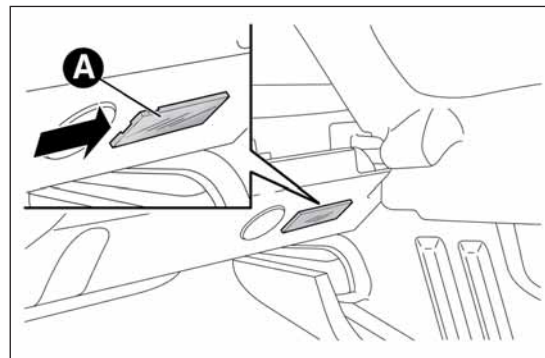

fig. 144
- apri il bagagliaio ed estrai la plafoniera A fig. 144 agendo nel punto indicato dalla freccia;
- rimonta la plafoniera A fig. 144 inserendola nella sua corretta posizione prima da un lato e quindi premendo sull'altro lato fino ad avvertire lo scatto di bloccaggio.